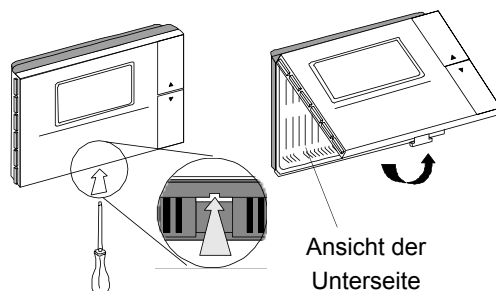

Abb. 8.1
1. Mithilfe eines Schraubendrehers die vordere Abdeckung des Bediengerätes vom Gehäuse lösen, wie in Abb. 8.1 gezeigt.